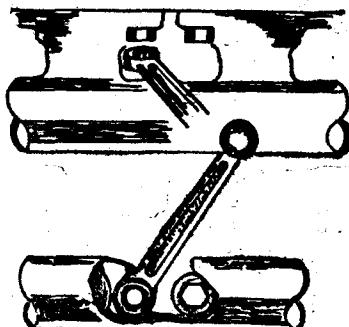

图 1-11 梅花扳手的运用
(2) 梅花扳手 用途与开口扳手相同，但梅花扳手两端是套筒式的，筒中一般有十二个角，能将螺母或螺钉头全部围住，工作时不易滑脱，安全可靠（如图1-11）。梅花扳